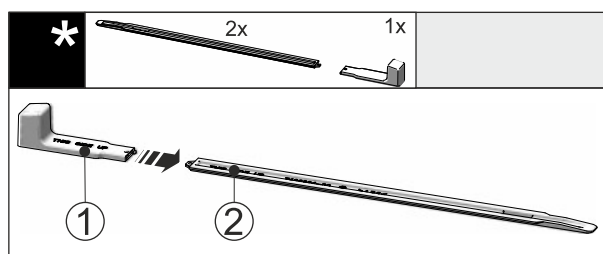

Fig. 48
- Вставте монтажну ручку Fig. 48 (1) на вирівнювальну рейку Fig. 48 (2).